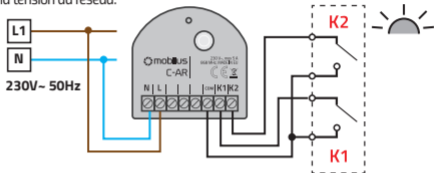

fig. 5
2. Connectez le module **MOBILUS C-AR** selon le schéma - Fig. 5.